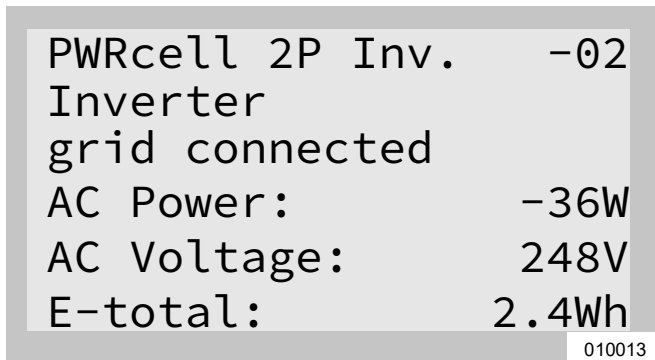

Figura 6-10. Inversor activado (4 de 4)
- Consulte la Figura 6-10. El inversor está activado. Creará voltaje en los terminales de CC y comenzará a comunicar a través del REbus.